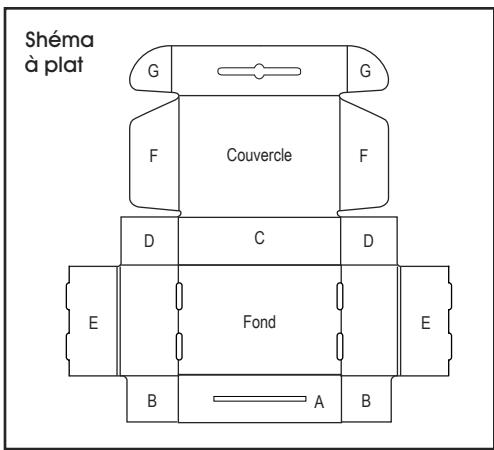

Figure 1
1. Pliez les rabats A et C vers le haut afin qu'ils soient perpendiculaires avec le fond de la boîte. (Voir Figure 1)